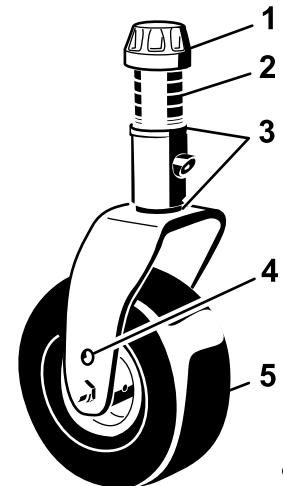

Figura 20
- Coloque los ejes de las ruedas giratorias en el mismo taladro en todas las horquillas (Figura 20 y Figura 22).
- Retire el casquillo tensor del eje y deslice el eje fuera del brazo de la rueda giratoria (Figura 20).